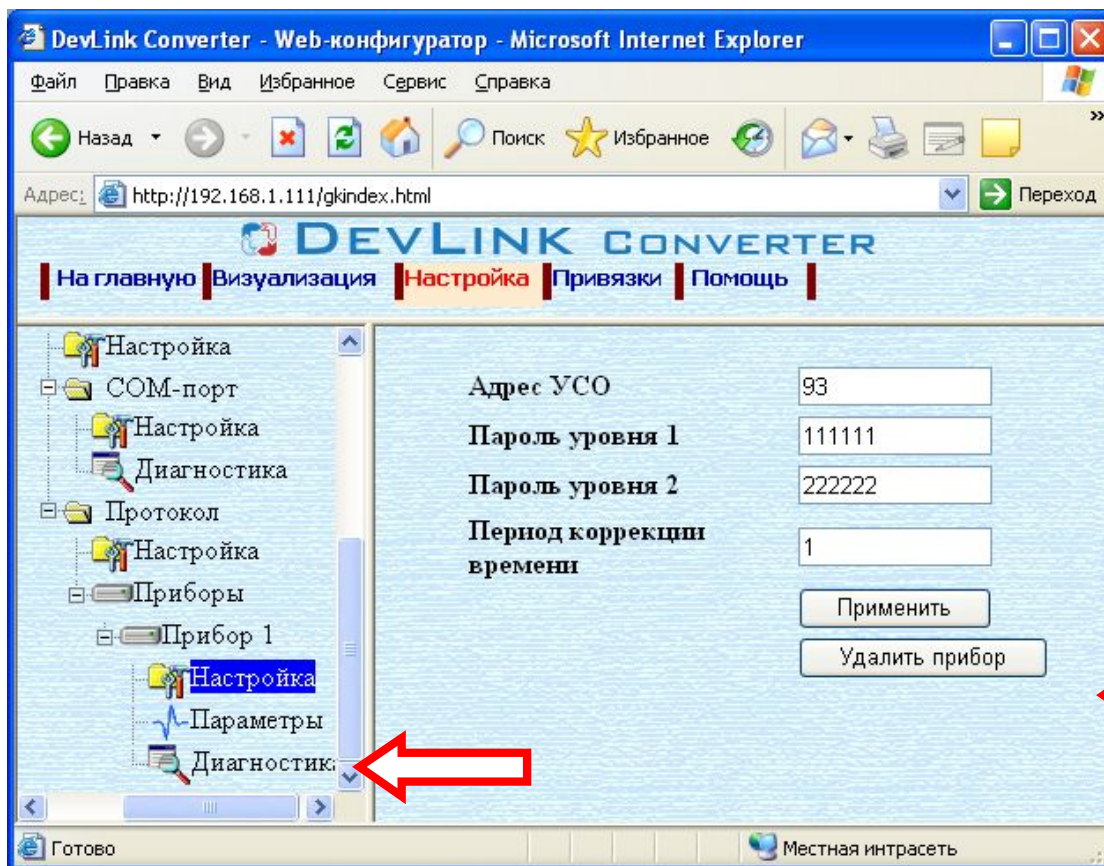

Рисунок 3.10 – Настройка прибора
- Выберите в дереве объектов *папку «Настройка»* прибора нужного канала драйвера (рисунок 3.10).
- Установите необходимые параметры и нажмите кнопку «Применить» (рисунок 3.10).